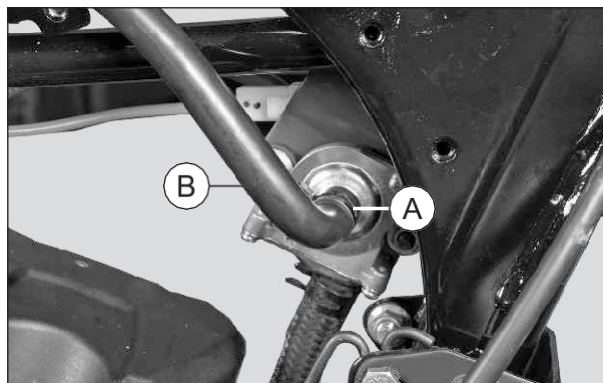

Fig. 4.38
- Desacople la abrazadera (A) y desacople la manguera de entrada de aire (B) de la válvula SAI. (Fig. 4.38)